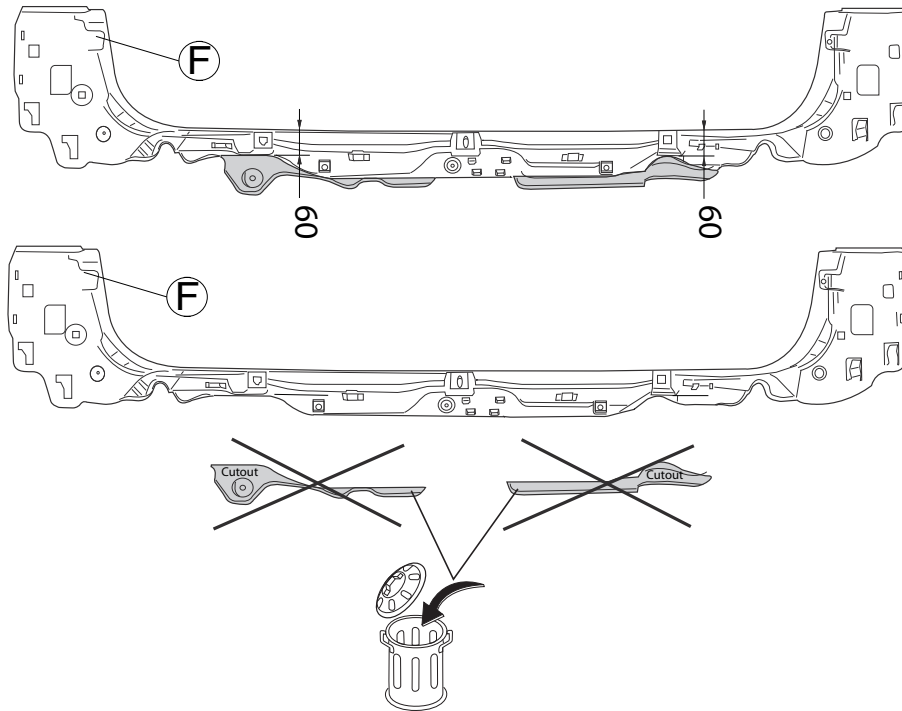

Fig.2
5. Для автомобилей **Touring**: Отпилить обозначенные части, как указано на рис. 2. на рис. 2. Закрепить деталь F.